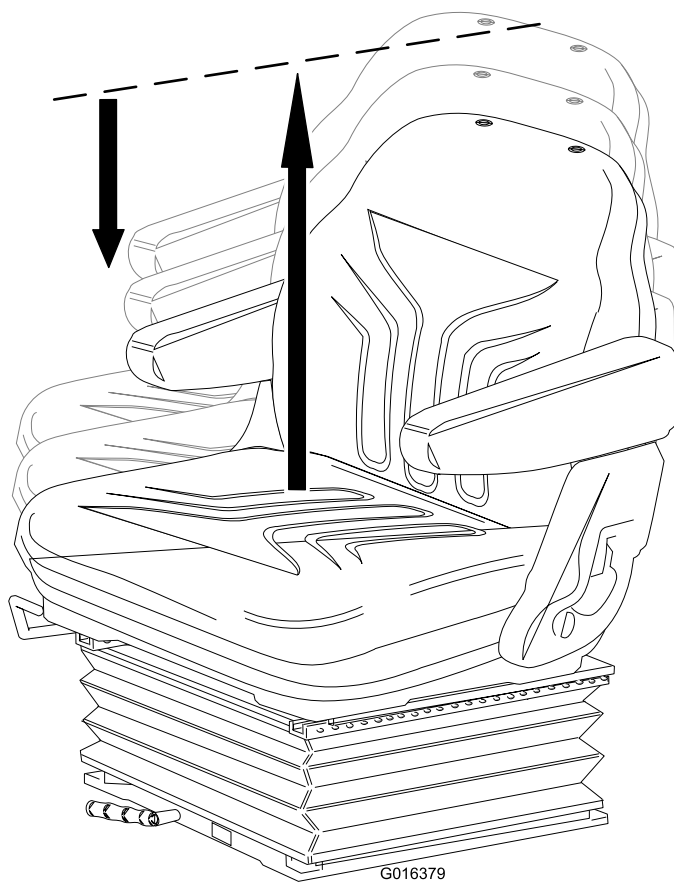

Figura 24
- Sollevare manualmente il sedile per regolare l'altezza in modo incrementale (Figura 24).